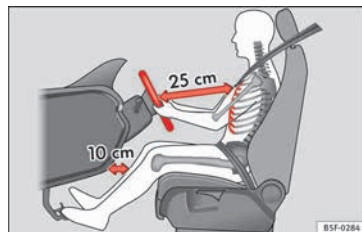

Abb. 71 Der richtige Abstand des Fahrers zum Lenkrad.
- Stellen Sie das Lenkrad so ein, dass der Abstand zwischen Lenkrad und Brustkorb mindestens 25 cm beträgt » **Abb. 71**.
- Stellen Sie den Fahrersitz so ein, dass zwischen Ihrem Brustkorb und der Lenkradmitte ein Abstand von mindestens 25 cm vorhanden ist » **Abb. 71**. Beträgt der Abstand weniger als 25 cm, kann Sie das Airbag-System nicht richtig schützen.